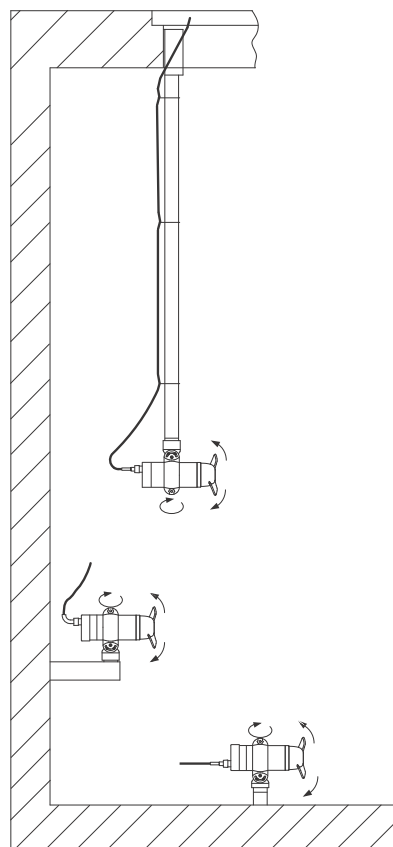

Рис. 3 Подвесной монтаж, настенный монтаж и монтаж на днище
- монтажный кронштейн и труба для подвешного монтажа, рис. 3;
- монтажный кронштейн для настенного монтажа, рис. 3;
- монтажное основание для монтажа на днище, рис. 3;